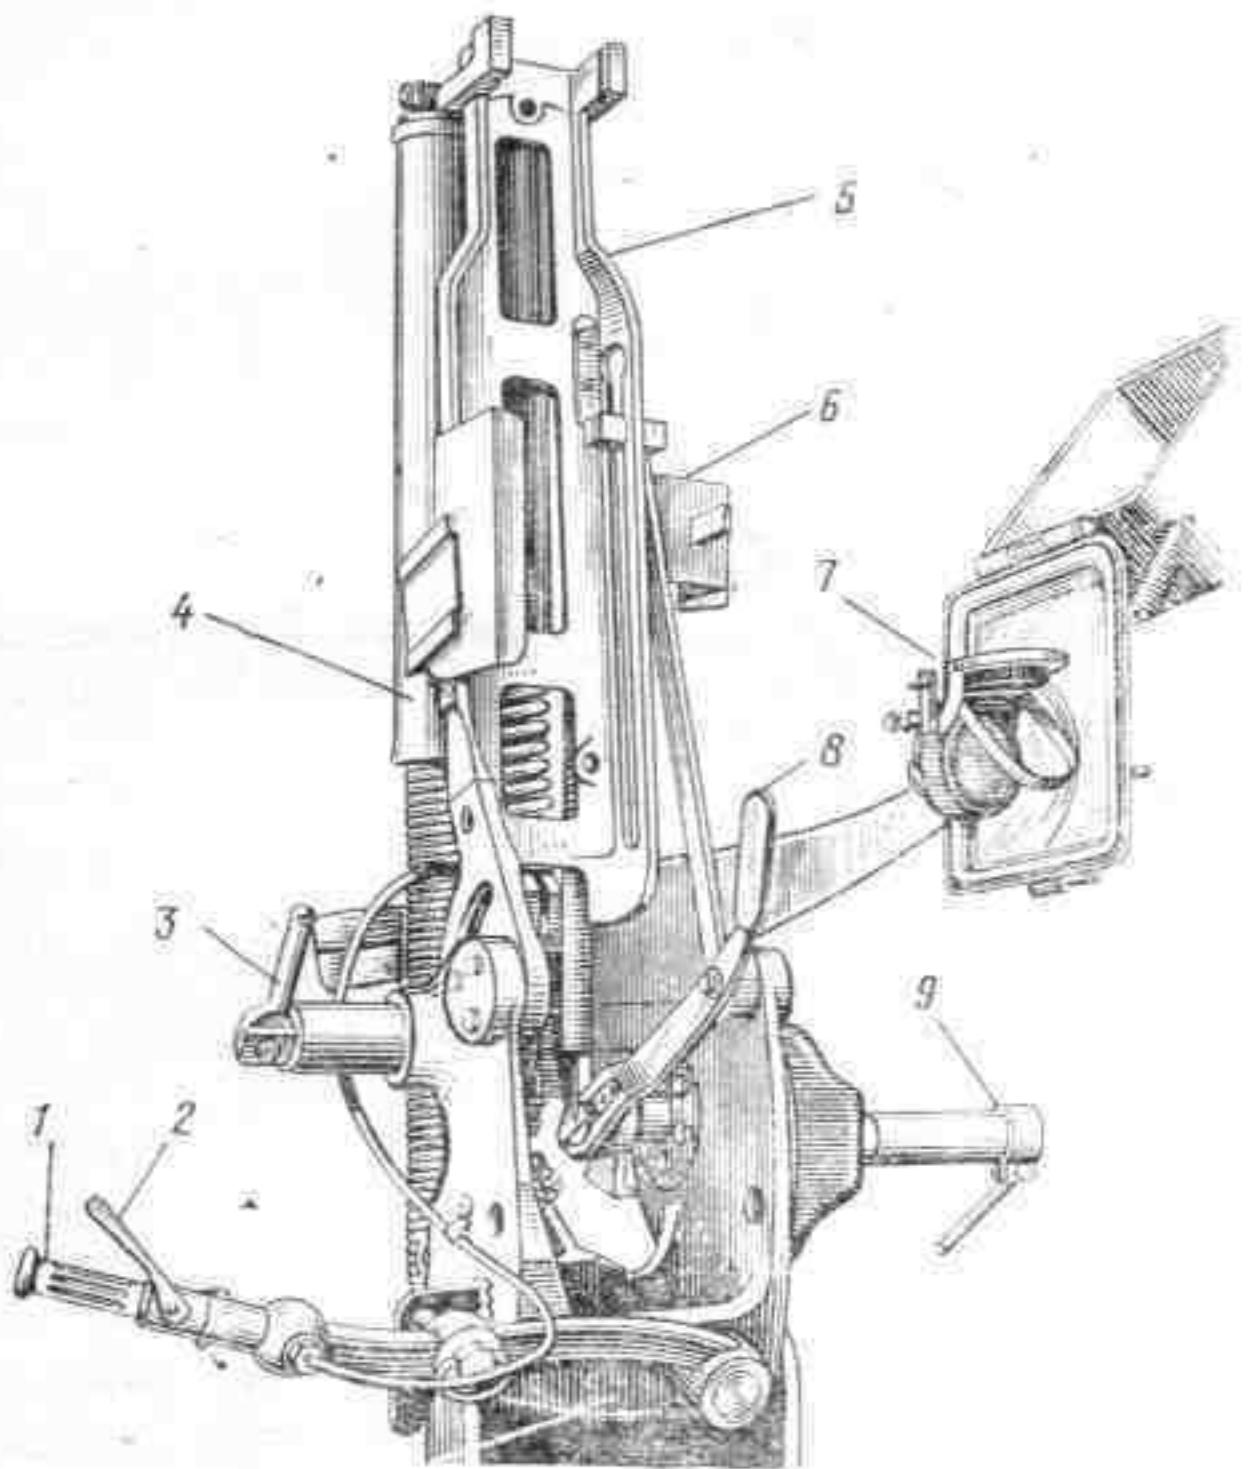

Рис. 69. Зенитная установка:
78. Для ведения стрельбы из пулемета по воздушным целям на боевой машине устанавливается специальная зенитная установка (рис. 69).